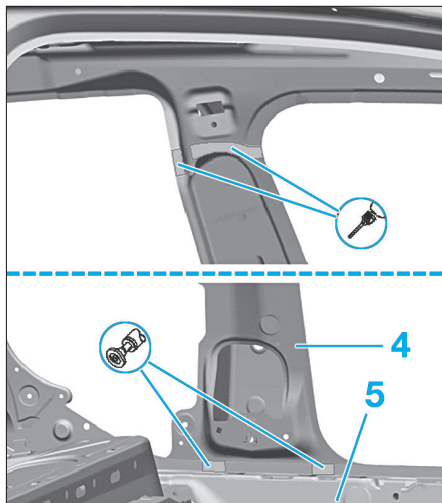

FIG. 65
- Déposer l'accostage d'origine avec le cadre intérieur de pavillon (Fig.65).
- Déposer le reste de l'accostage entre le montant B intérieur (4) et le bas de caisse intérieur (5).